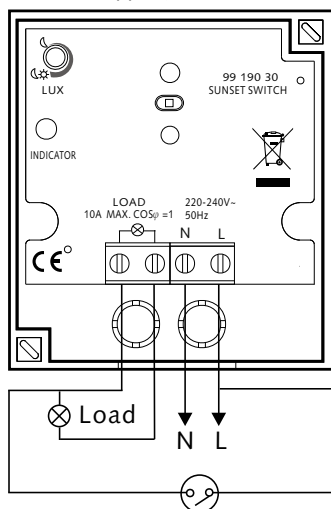

Bild 8
- Lossa skruvarna på dosan och anslut strömkablarna enligt kopplingschema (se bild 8).